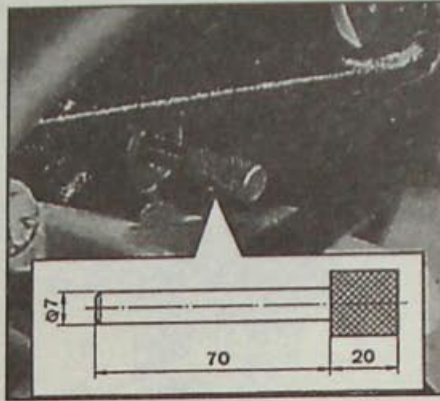

Рис. 3.4. Место установки и размеры приспособлением Mot. 1318 для блокирования коленчатого вала
- Приспособлением Mot. 1318 или стальным стержнем диаметром 7 мм заблокируйте коленчатый вал, вставив приспособление в отверстие, закрытое пробкой и расположенное на блоке цилиндров между маховиком и масляным фильтром (рис. 3.4).